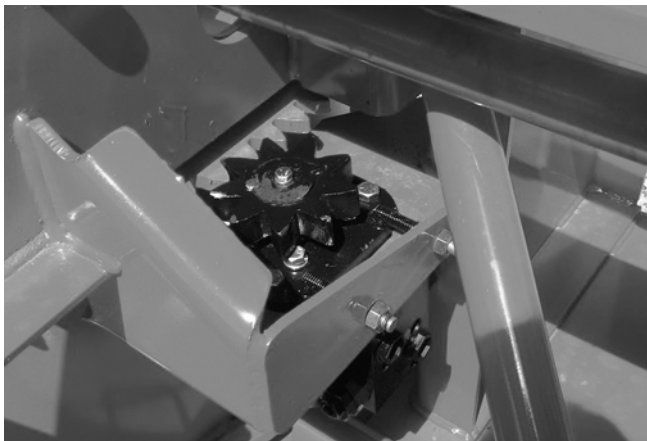

Figure 20
- 3) Boulonner le moteur en place en dirigeant les sorties d'huile vers le côté et installer la roue à dents (Fig. 20).